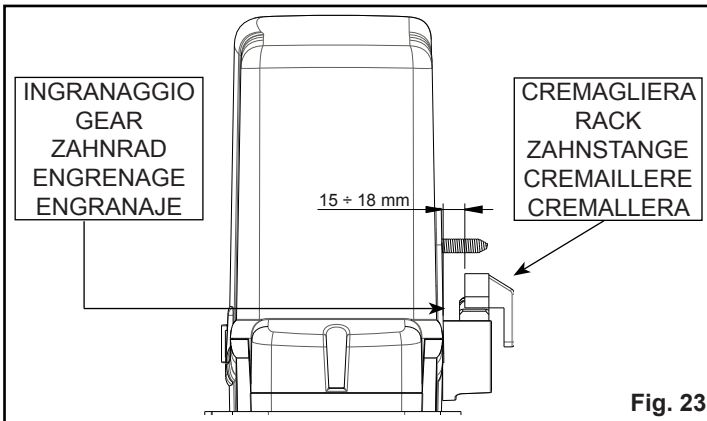

Fig. 23
**Für einen korrekten Betrieb der Automatisierung empfiehlt die Herstellerfirma, einen Abstand zwischen Getriebemotorgehäuse und Endschaltergleitbacke auf der Zahnstange zwischen min. 15 mm und max. 18 mm zu halten (Abb. 23).**